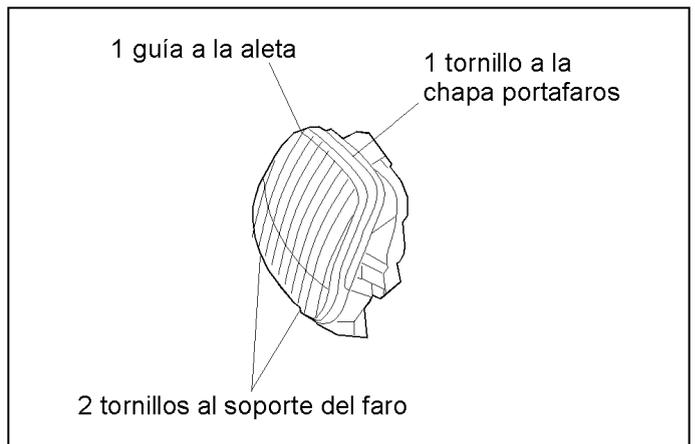

Figura 19.- Unión del faro
En la figura 19, se muestra la unión del faro con el resto de la carrocería.
- Faro derecho (figura 19).
- Faro izquierdo (figura 19).
- Faro del lado correspondiente (figura 19).